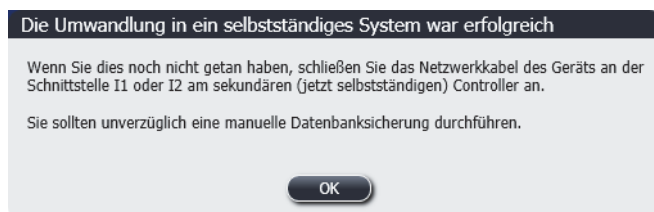

Abbildung 155: Dialogfeld – Umschaltung auf Einzelbetrieb erfolgreich abgeschlossen
7. Warten Sie, bis das System Ihnen mitteilt, dass die Umschaltung auf den Einzelbetrieb erfolgreich abgeschlossen wurde (siehe Abbildung 155) und starten Sie anschließend den BOND-Client neu und melden Sie sich wie sonst auch im System an.